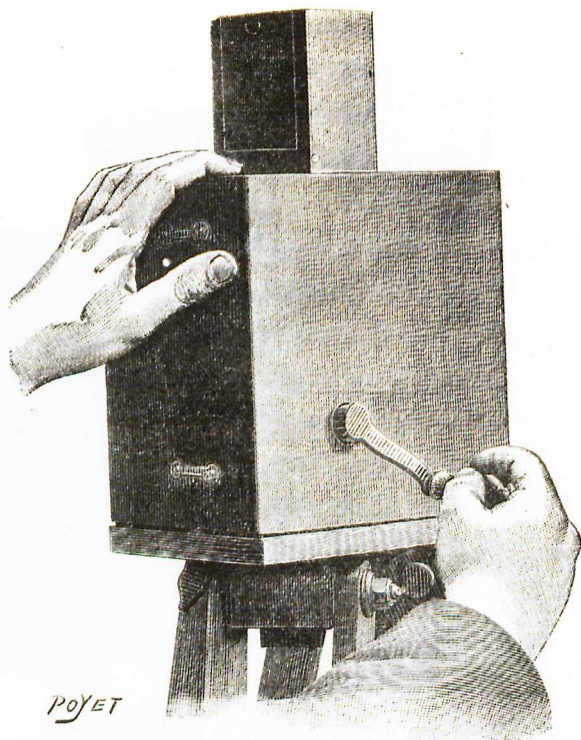

Fig. 11.
On ferme alors la porte d'arrière du Cinématographe, on introduit la manivelle dans l'ouverture ménagée vers le bas, à gauche ; puis, au moment voulu, on tourne la manivelle à raison de deux tours par seconde (1), en ayant soin de maintenir fortement l'appareil de la main gauche, en pressant sur le pied, afin d'éviter les trépidations (fig. 11).